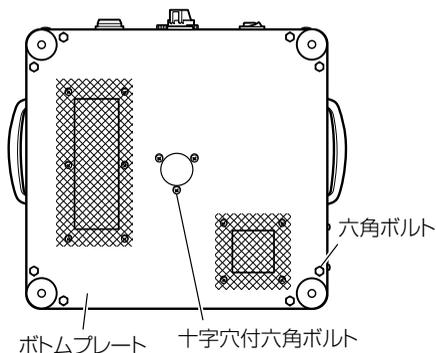

図 12
- (2) 本体底部の六角ボルト (8 本) を付属の 10 × 13 両口スパナではずし、十字穴付六角ボルトを付属のプラスドライバーではずし、ボトムプレートを取りはずします。(図 12)